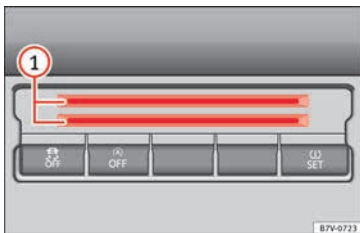

Abb. 181 In der unteren Mittelkonsole: Kartenhalter.
Im unteren Bereich der Mittelkonsole befindet sich ein Ablagefach » **Abb. 181** ① zur Ablage von Münzen, Karten, Parkscheinen oder Ähnlichem.